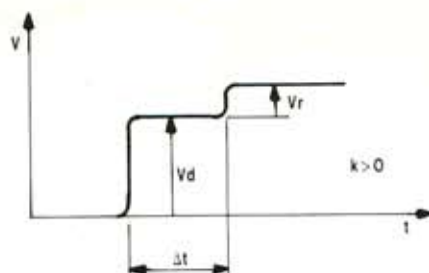

Fig. 12 - Curva visualizzata con resistenza in serie alla linea.
L'andamento caratteristico è riportato in fig. 12. Misurato Δt , dalla (3) si può calcolare l , inoltre noto K si può determinare R :